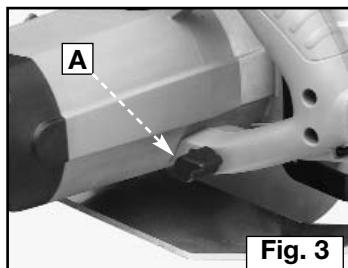

Fig. 3
1. Alce el tope (la palanca ajustadora) de profundidad (A) Fig. 3 en la parte trasera de la sierra.